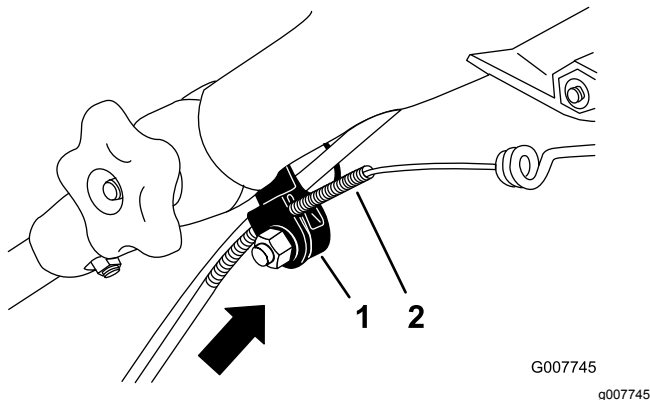

Figure 50
**Remarque:** Vous pouvez placer une règle graduée contre la face supérieure du support de câble noir et mesurer le déplacement de l'extrémité supérieure de la gaine (Figure 50).